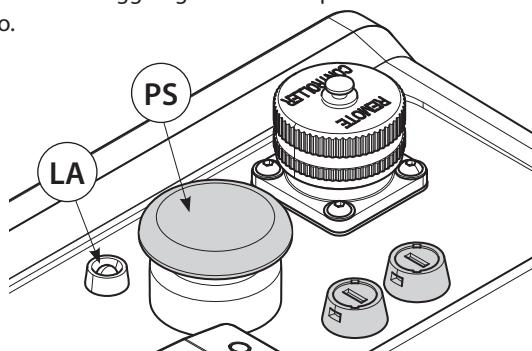

FIG. 3
- *In caso di necessità, premendo a fondo il pulsante meccanico di scarico (PS) Fig. 3 a bordo pompa, è possibile ottenere lo scarico dell'olio nel serbatoio in qualsiasi momento, anche in assenza di tensione.*
La pompa è dotata di un sistema di diagnostica; l'accensione del led giallo (LA) Fig. 3 segnala eventuali anomalie di funzionamento **con conseguente blocco della pompa**.
- L'ACCENSIONE DEL LED GIALLO segnala l'intervento della protezione termica all'interno del motore elettrico (dovuto normalmente ad un uso intensivo e prolungato della pompa). Per ripristinare il funzionamento della pompa, attendere il raffreddamento del motore quindi spegnerla e riaccenderla agendo sull'interruttore generale (IG).